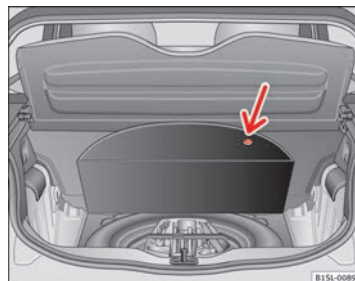

Fig. 131 Dans le coffre à bagages : Moquette levée.
L'outillage de bord, la roue de secours, la roue d'urgence ou le kit de crevaison se trouvent dans le coffre à bagages, sous la moquette du plancher ⇒ fig. 131.
- Soulevez la moquette par le revêtement (flèche) ⇒ fig. 131.